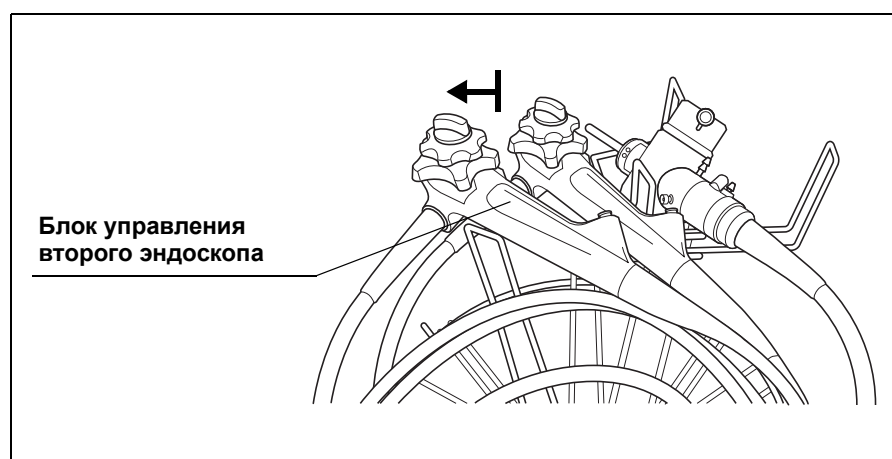

Рис. 4.25
6. Размещая второй эндоскоп, повторите описанные выше этапы с 1 по 4. Блок управления второго эндоскопа должен быть установлен слева от первого эндоскопа, как показано на Рис. 4.25.